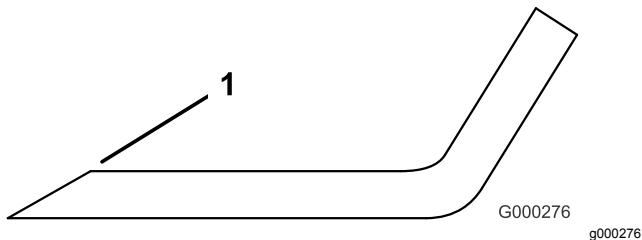

Figura 143
4. Afílelos si están romos o tienen mellas (Figura 143).